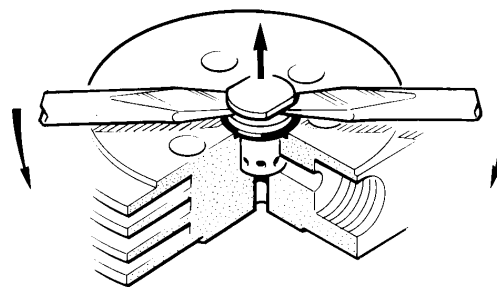

Fig. 31 Démontage du clapet de refoulement du 3e étage
- Desserrer les 2 écrous indesserrables(1) et les rondelles freins (2).
- Enlever la plaque (3).
- Enlever les clapets (4) et (7) à l'aide de deux tournevis, voir Fig. 31.
- Dévisser la vis (1) de plusieurs tours.
- Enlever les vis à six pans creux (7), enlever le couvercle de culasse (6).
- Placer deux tournevis dans la gorge du clapet de refoulement, voir Fig. 31. Si nécessaire, tourner le clapet à l'aide d'une clé de 13 mm pour le desserrer.
- Enlever le clapet de refoulement (3) avec son joint torique (2).